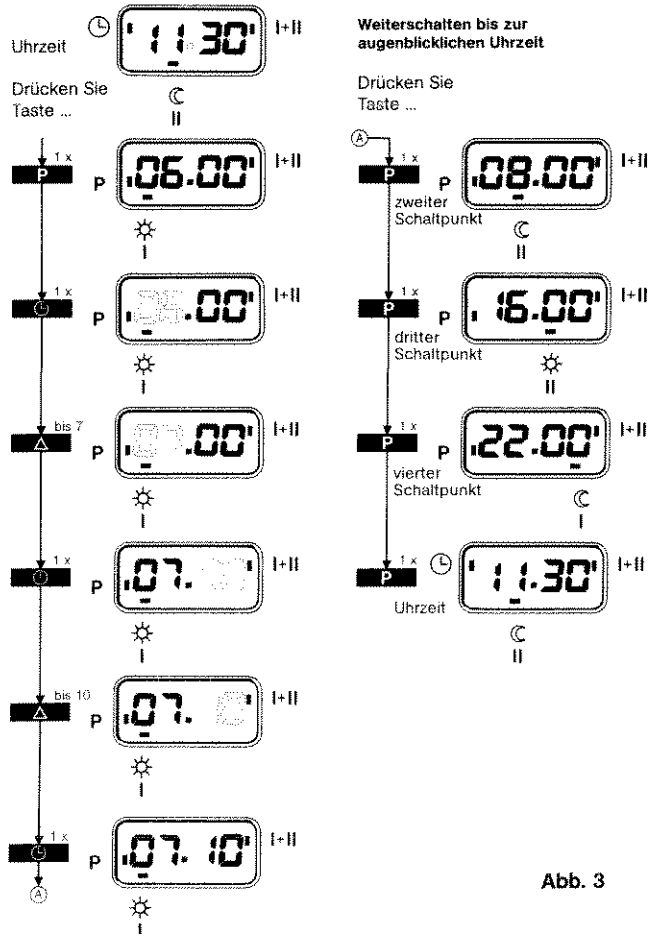

Abb. 3
4. Schaltuhr wieder in Regler einsetzen (siehe Abb. 3) und programmieren (siehe Vorderseite).